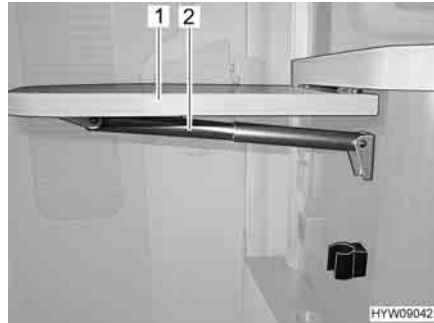

Fig. 90 Tavolo ribaltabile su bancone
- Afferrare in basso il tavolo ribaltabile su bancone (Fig. 90,1) e tirandolo leggermente estrarlo dall'incastro.
- Orientare il piano del tavolo verso l'alto, fino all'aggancio dell'elemento di fissaggio del supporto telescopico (Fig. 90,2). Rilasciare il piano del tavolo.